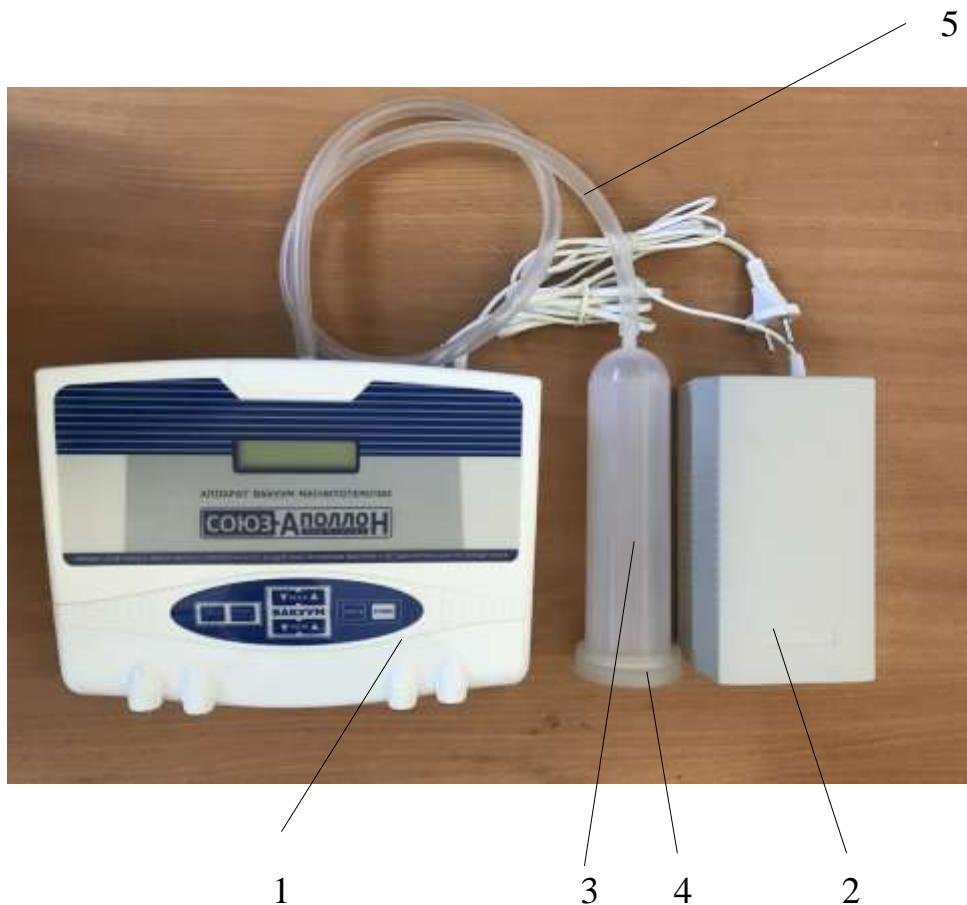
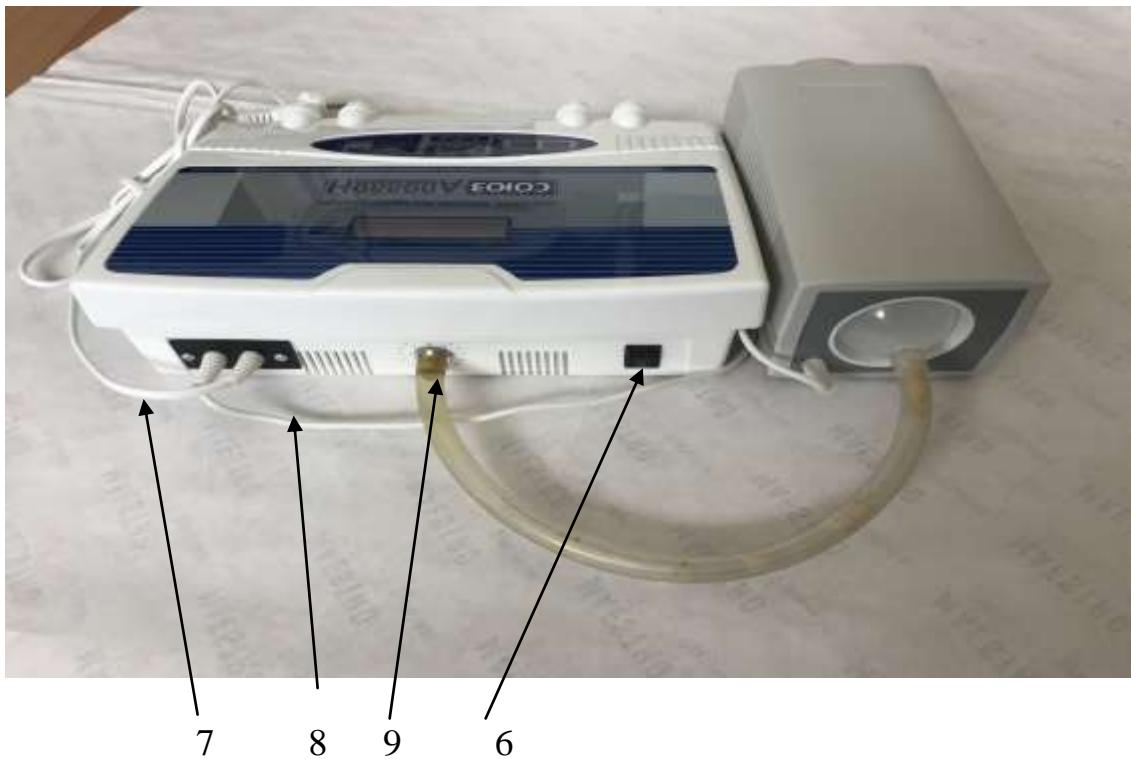

Рис. 1. Аппарат «СОЮЗ-АПОЛОН». Вид спереди.
Рис.2 Аппарат «СОЮЗ-АПОЛЛОН». Вид сзади.
1.7.1 Вид спереди аппарата приведен на рис. 1, вид сзади – на рис.2.
1.7.3 На верхней панели блока управления (см рис.2) расположены: индикатор состояния режимов, индикатор магнитного поля, кнопки регулировки режимов. На задней стенке корпуса блока управления расположены штуцер для подключения вакуумной трубы, держатель сетевого предохранителя, кабель питания и сетевой выключатель.